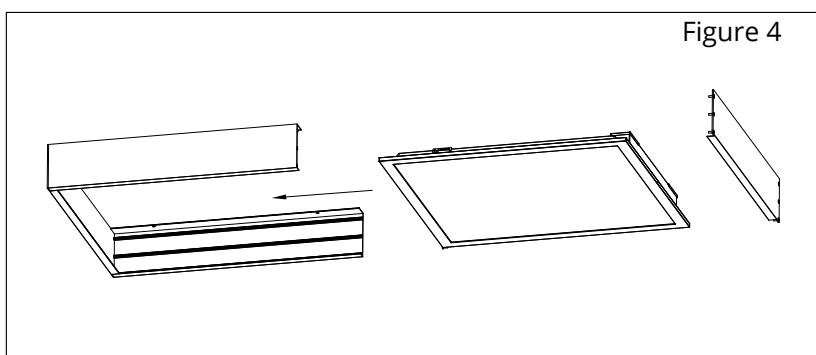

Figure 4
- 4** Dévisser et détacher une pièce du cadre B. Glisser le panneau lumineux dans le cadre de montage en surface (voir figure 4).